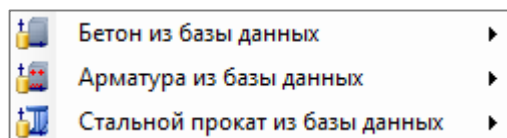

Рис. 2.354. Список материалов из базы данных
- **Материал из базы данных** (кнопка ). В списке **Материал из базы данных** находятся такие типы материалов, как бетон, арматура и стальной прокат из базы данных. В соответствующих раскрывающихся подменю приведены списки доступных норм (рис. 2.354). Для вызова редактора базы данных материалов нажмите кнопку